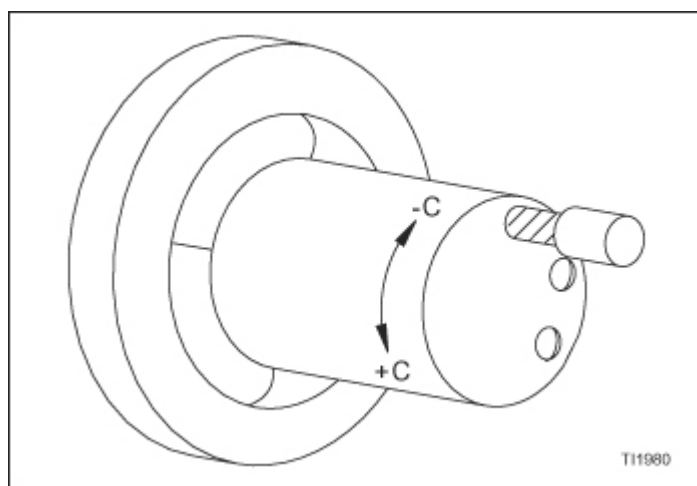

Рисунок 11.1 – Ориентирование шпинделя оси С (если смотреть спереди станка)
- Приводной инструментарий с ориентированием шпинделя оси С, рисунок 11.1.